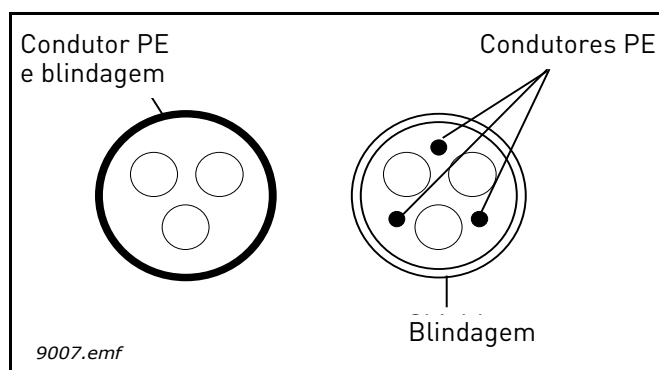

Figura 24.
- 2 = Cabo de alimentação simétrico equipado com fio de protecção concêntrico e destinado à tensão de rede específica. (MCMK ou semelhante recomendado). Consulte a Figura 24.
- 3 = Cabo de alimentação simétrico equipado com blindagem de baixa impedância compacta e destinado à tensão de rede específica. [MCCMK, EMCMK ou semelhante recomendado; impedância de transferência de cabo recomendada (1...30 MHz) máx. 100 mohm/m]. Consulte a Figura 24.